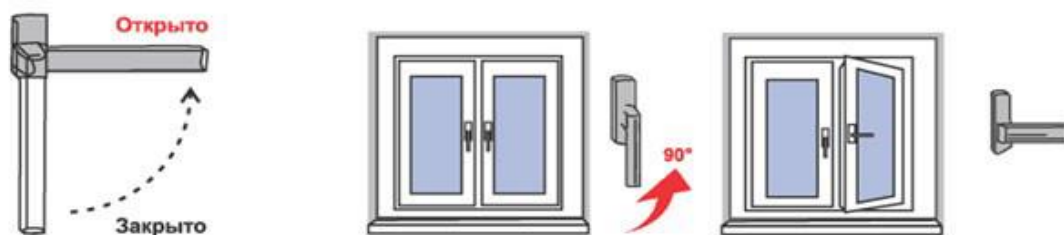

Рис. 1
1. Чтобы открыть (распахнуть) створку окна, ручку поворачивают на 90 градусов в горизонтальное положение (положение «Открыто» на Рис. 1). При повороте ручки